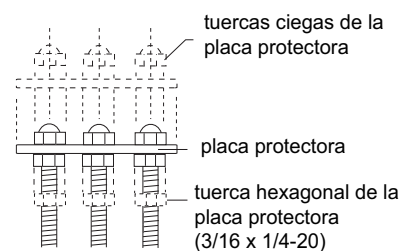

Fig. 13
- J. Retirar las tuercas ciegas y sacar la herramienta de instalación; este procedimiento debe hacerse con cuidado para no dañar el cable. Encajar el anillo del cable en la parte superior del sensor y colocar la placa protectora y las tuercas ciegas (fig. 13).